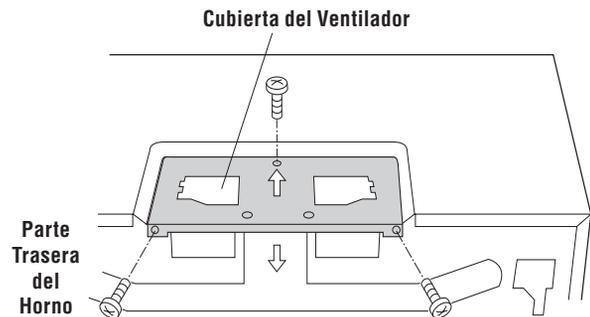

Figura 7
la Cubierta del Ventilador deslizando en dirección opuesta a la fecha indicada sobre la Cubierta de Ventilador, según se muestra en la Figura 7.
1. Remueva y guarde los 2 tornillos del borde trasero y 1 tornillo de la parte central superior de la Cubierta del Ventilador. Remueva la Cubierta del Ventilador deslizándola en dirección opuesta a la fecha indicada sobre la Cubierta del Ventilador según se muestra en la Figura 7.